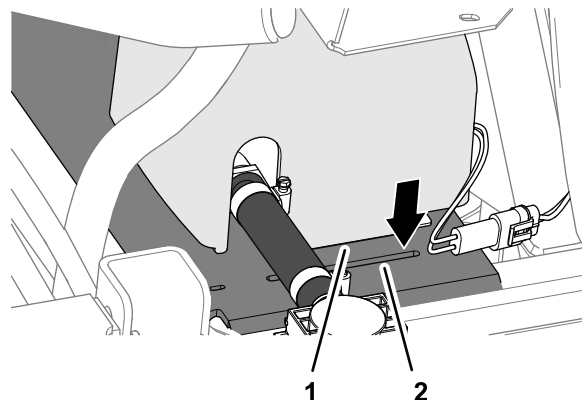

**Figura 32**
6. Coloque el tubo corrugado partido sobre la manguera de 43,3 cm, entre el depósito de enjuague y la bomba del depósito de enjuague, y sujete el tubo con 2 bridas (Figura 32).